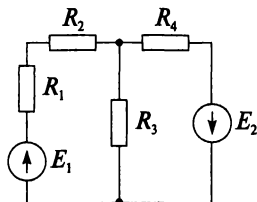

Рис. 3.44
5. Определите токи в цепи (рис. 3.44) методом узлового напряжения. Цепь имеет следующие параметры: $E_1 = 160$ В, $E_2 = 70$ В, $R_1 = 10$ Ом, $R_2 = 30$ Ом, $R_3 = 15$ Ом, $R_4 = 5$ Ом.